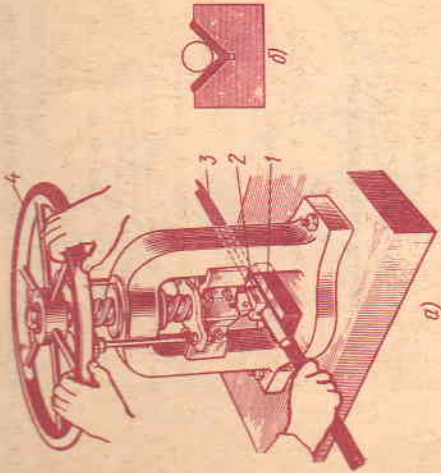

Рис. 29. Правка уголка на ручном винтовом прессе: 1 — стол, 2 — призма, 3 — уголок, 4 — маховик
1. Установить на столе 1 пресса призму 2 (рис. 29, а). В призму заложить деформированную заготовку уголка 3, между полками которого установить закаленный стальной валик.